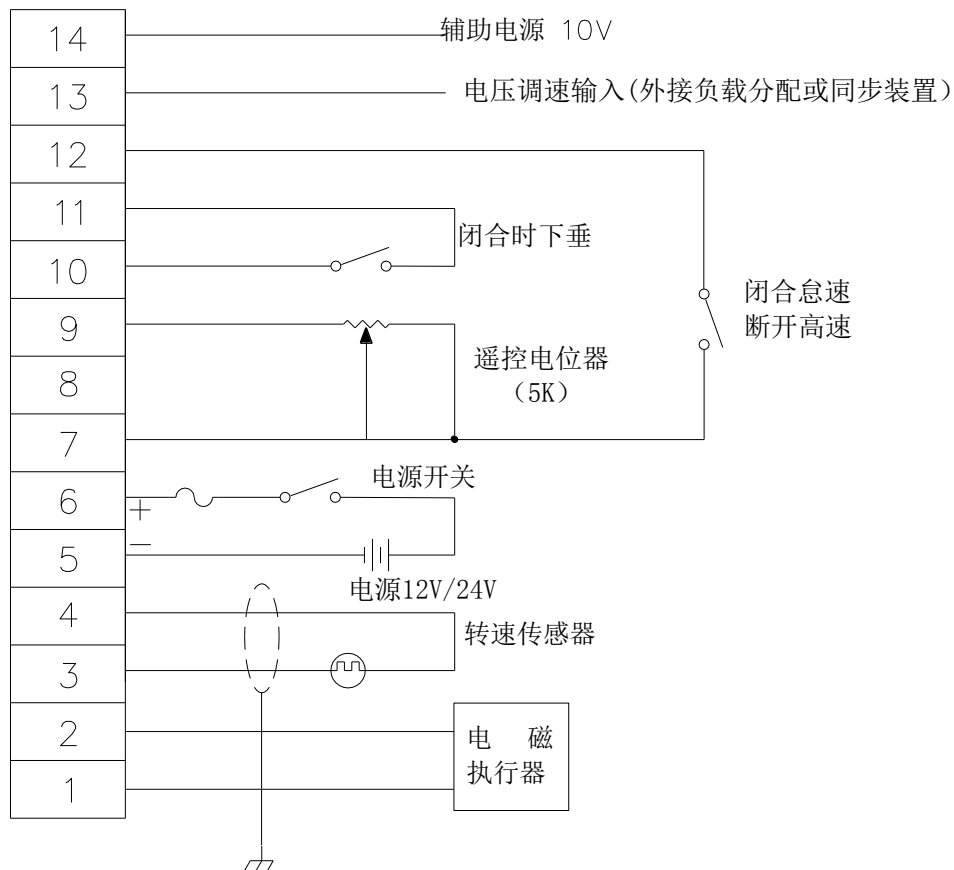

图 2.1.3 C2002 转速控制器接线图
2.1.3 C2002 转速控制器接线图(如图 2.1.3 所示)